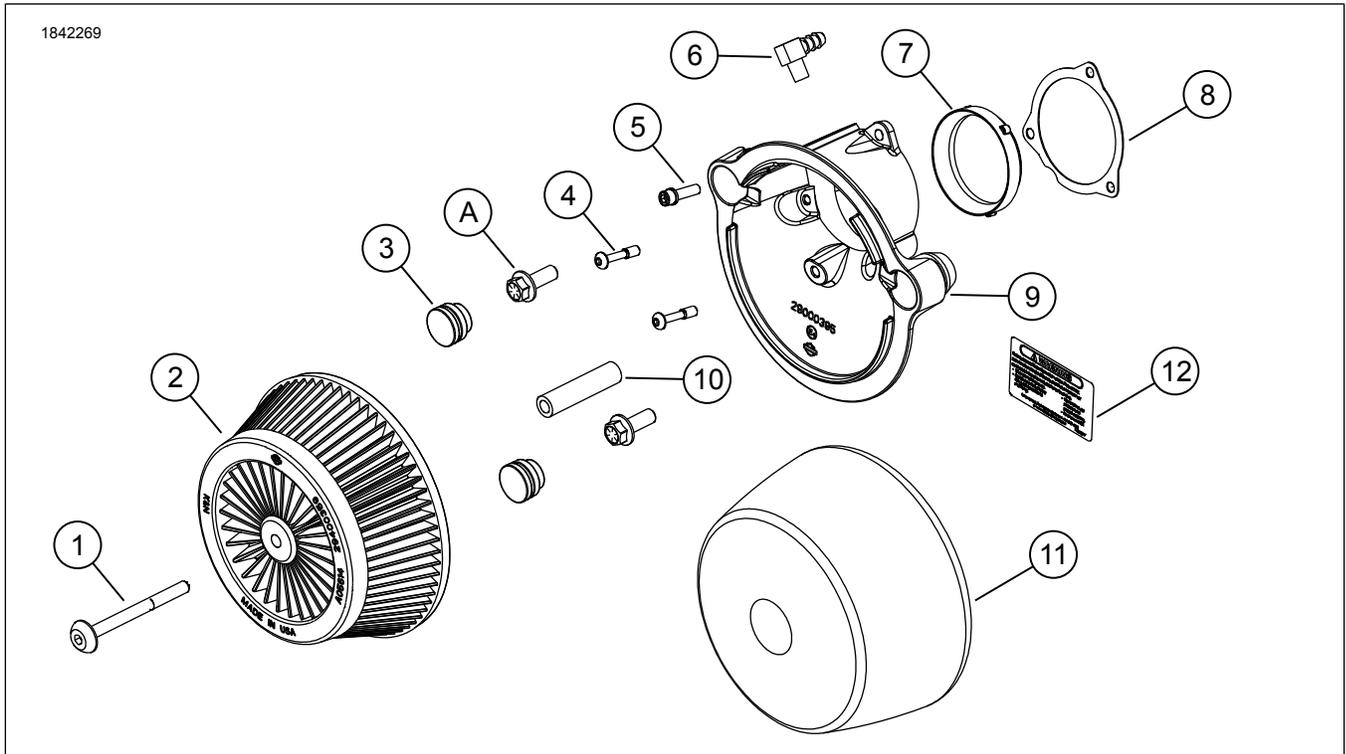

Figure 1. Contenu du kit : Filtre à air Extreme Circle Screamin' Eagle
1. Voir la figure 1. En cas d'utilisation d'un corps de papillon Équipement d'origine, insérer l'adaptateur de corps de papillon (10) dans la plaque arrière (11).
2. Mettre en place le joint sur la plaque arrière (9).
3. Installer le raccord de reniflard (8) sur la plaque arrière (11) de manière à ce qu'il soit aligné sur le tuyau de reniflard Équipement d'origine.
4. Installer la plaque arrière (9) sur le corps de papillon.
- a. Installer les vis captives (12).
- b. Installer la vis à tête creuse (7) à l'emplacement supérieur. Serrer.
- a. Voir la figure 1. Installer le filtre à air (13) et le couvercle (14).